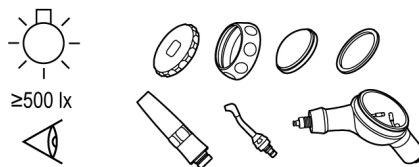

Fig. 28
3. Sous un éclairage adapté (500 lx ou plus), inspectez les produits à la recherche de contamination (Fig. 28).